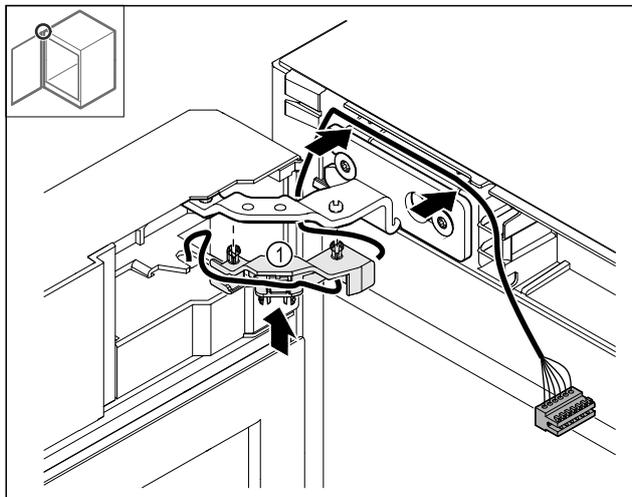

Fig. 49
- ▶ Pritisnite držač kabela Fig. 49 (1) u šarku.